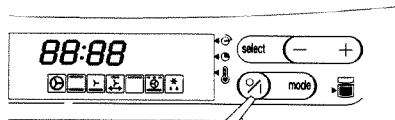

Fig. 4
1. Appuyez sur la touche  (fig. 4). Toutes les fonctions s'affichent et clignotent.
1. Appuyez sur la touche  (fig. 4).